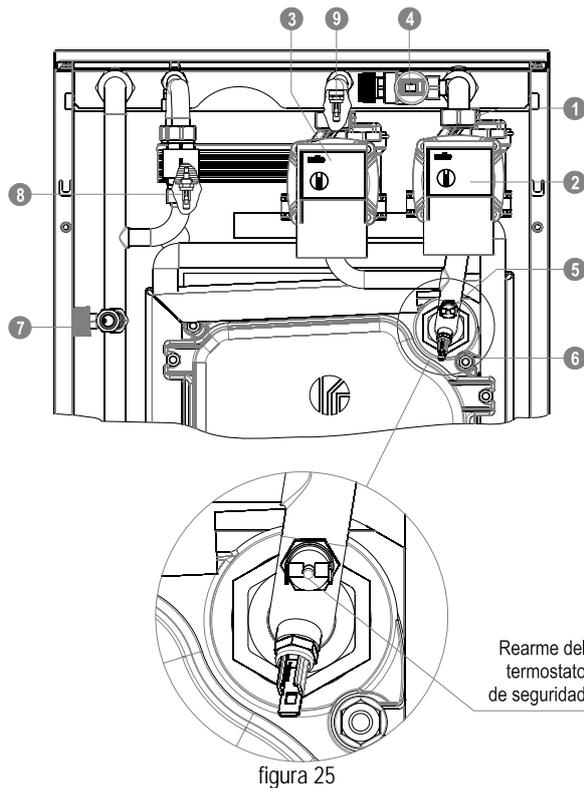
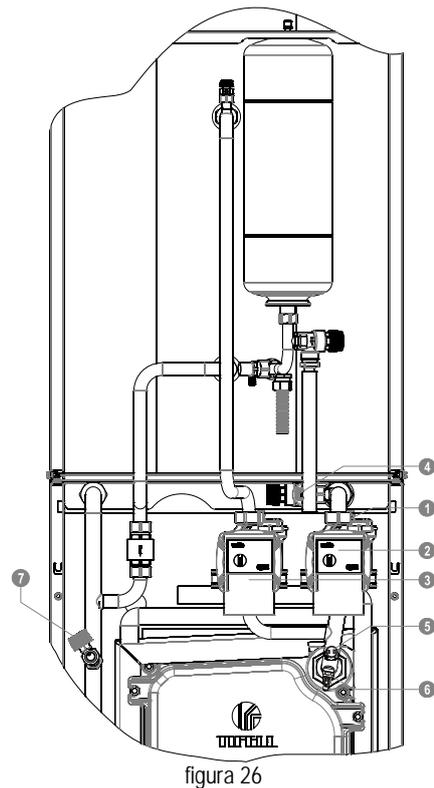

figura 25
figura 26
El llenado de la instalación se hace a través de la llave de llenado (figura 25; 7) (figura 26; 7). Para ello se debe abrir previamente el suministro de agua a la caldera.
- Abrir el purgador (figura 25; 1) (figura 26; 1) de la caldera y de la instalación y cerrarlos a medida que se va llenando la instalación.
Para conseguir una mejor desaireación del sistema es recomendable hacer funcionar la bomba (figura 25; 2) (figura 26; 2) durante unos minutos.
Para rearmar el termostato de seguridad se debe esperar a que baje la temperatura. En este momento hay que pulsar el botón de rearme situado en el centro del termostato de seguridad (figura 25; 5). Si el visor muestra el error 3 se debe de poner el selector S1 en la posición RESET durante un segundo como mínimo, retornándolo posteriormente a la posición de funcionamiento deseada.